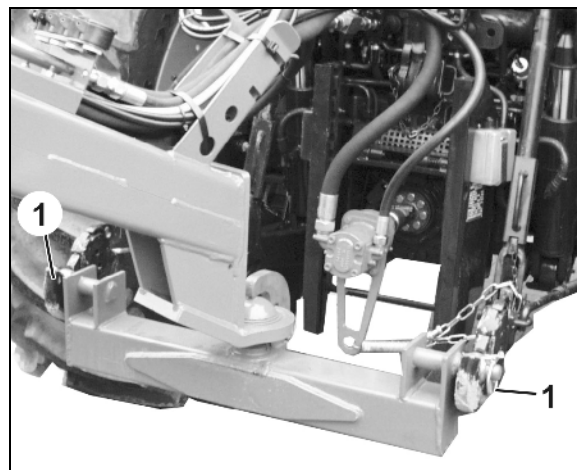

Рис. 88
2. Зафиксируйте каждый болт нижних тяг пружинным фиксатором (Рис. 88/1) против самоотвинчивания.